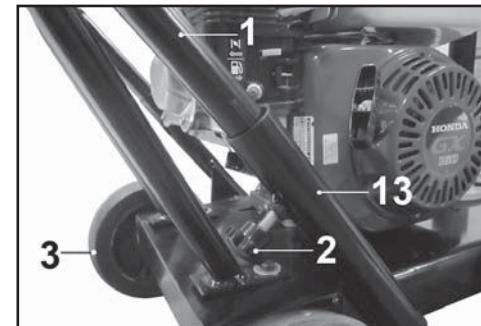

Рис. 3
6.1. Установка рукоятки (Рис.3).
- 6.1.2. Установите нижние концы рукоятки (1) в направляющие (13), как показано на Рис.3.